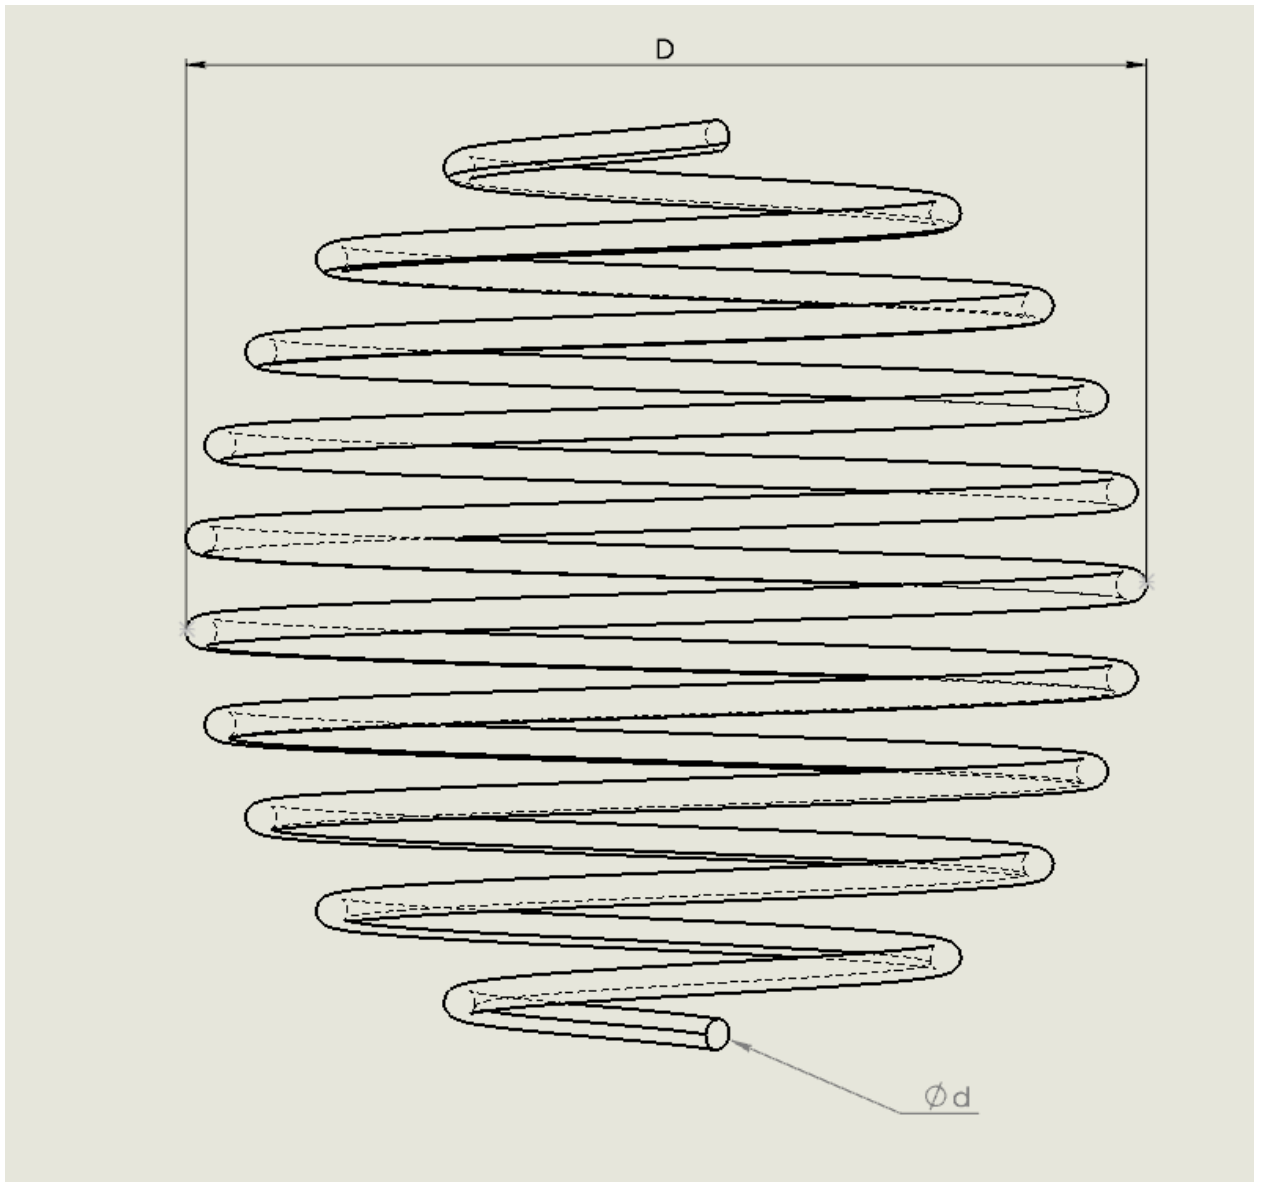

Рис.1. Кулькоподібна пружина стиску
2. Побудувати 3D-моделі деталі типу «Кулькоподібна пружина» (рис.1) за варіантом, який відповідає порядковому номеру у наведеній таблиці 1.